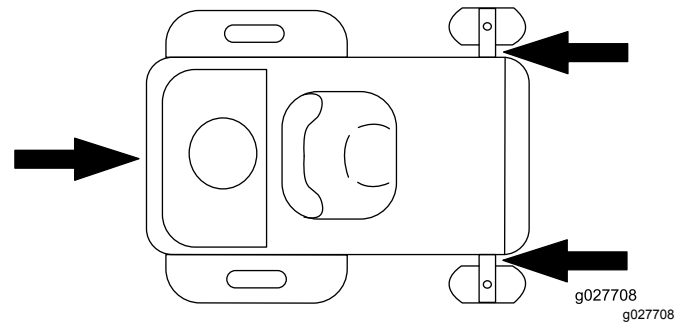

Figure 34
6. Arrimez la machine près des roues pivotantes avant et du pare-chocs arrière à l'aide de sangles, chaînes, câbles ou cordes (Figure 34). Reportez-vous à la réglementation locale concernant les exigences d'arrimage.